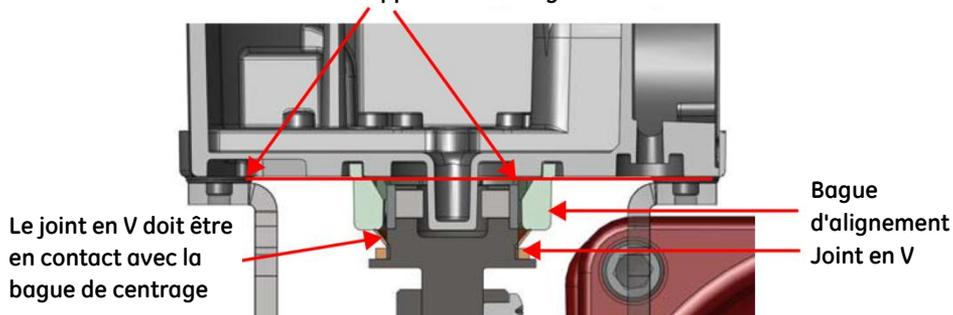

Figure 10
6. S'assurer que le joint en V est en contact avec la jupe autour de la bague de centrage sur le SVi1000 (Figure 10).